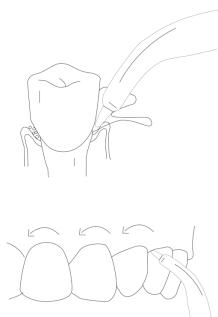

Рис. 3
7.1.2 Пародонтологическая насадка (Рис. 3)